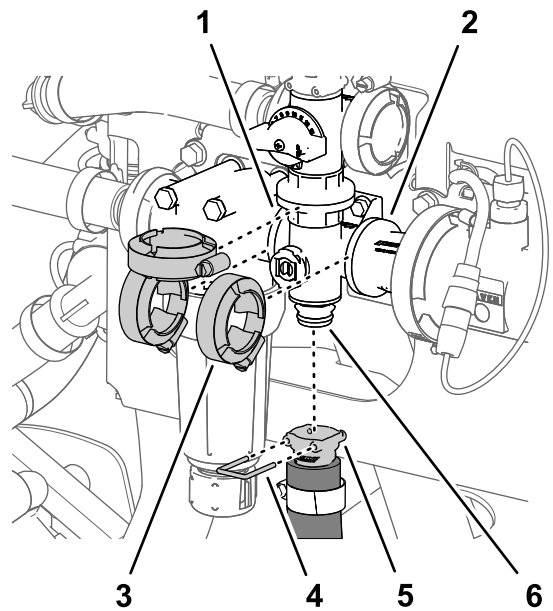
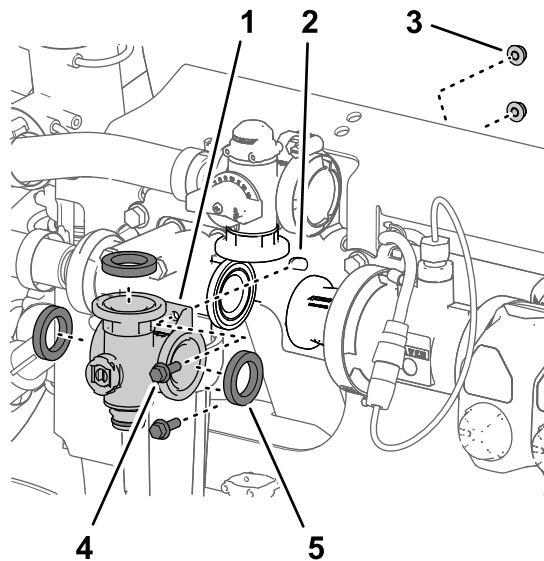

Figure 127
Figure 126
1. Alignez la bride du collecteur de la vanne d'agitation et les 3 joints sur les brides de la vanne de dérivation d'agitation, de la tête du filtre de pression et de l'adaptateur d'accouplement (Figure 126 et Figure 127).
2. Fixez légèrement le collecteur de vanne d'agitation à la vanne de dérivation d'agitation, la tête du filtre de pression et l'adaptateur d'accouplement (Figure 127) à l'aide des 3 colliers bride que vous avez retirés à la section Dépose de la vanne d'agitation du collecteur (page 88).
5. Serrez les 3 colliers bride à la main (Figure 127).
6. Fixez le raccord rapide du flexible d'agitation au raccord rapide du collecteur de vanne d'agitation à l'aide de l'étrier de fixation (Figure 127).